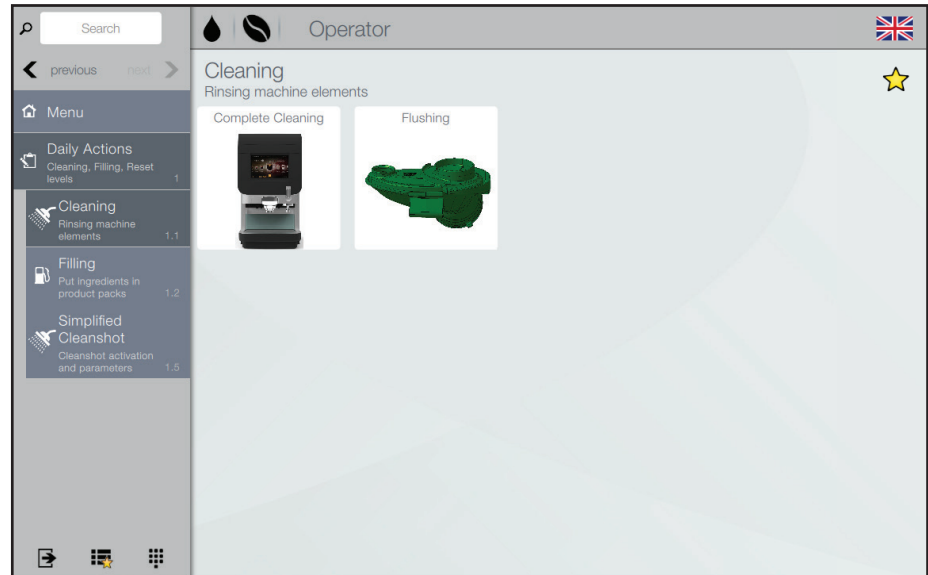

Fig. 6.6 - Rengjøring
- Følg instruksjonene i delene “Skylling” og “Komplett rengjøring”, se kapittel “Rengjøring” (fig. 6.6).